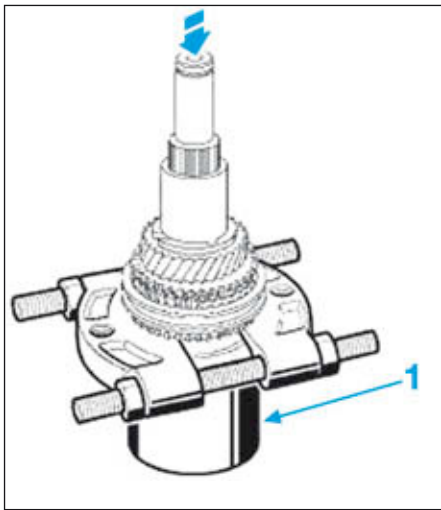

FIG.30
- Déposer à la presse l'ensemble "bagues - pignons - moyeux" à l'aide d'un décolleur et d'un mandrin de diamètre approprié indice "L" (1) (Fig.30) en prenant appui sous le pignon de 6°.